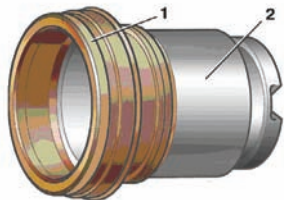

**Рис. 4. Удаление уплотнительного кольца из цилиндра суппорта.**
8. Выньте уплотнительное кольцо 2 (см. рис. 4). Удаление уплотнительного кольца из цилиндра суппорта) из проточки цилиндра с помощью деревянной или пластмассовой лопатки 1, чтобы не повредить зеркало цилиндра 3.